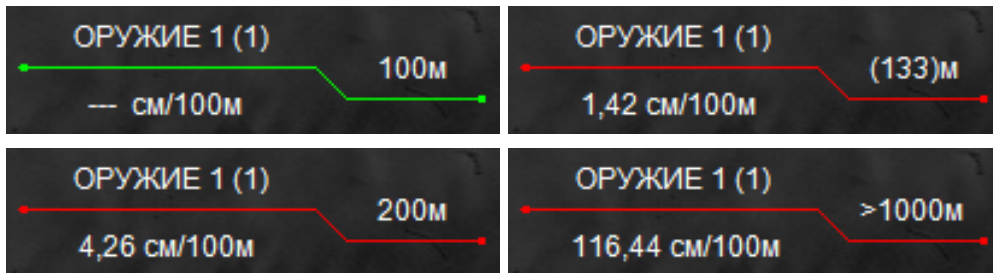

Рисунок 3 – Примеры вариантов вывода дистанции стрельбы
- ❖ Если баллистическая поправка находится в диапазоне введенной баллистической таблицы, расчет дистанции стрельбы будет произведен автоматически. Величина дистанции выводится в скобках (см. рис. 3).